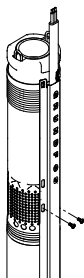

Fig. 9
3. Montera fast kabelskyddsskenan i pumpens inloppssil med de två medlevererade självgående skruvarna, se fig. 9.